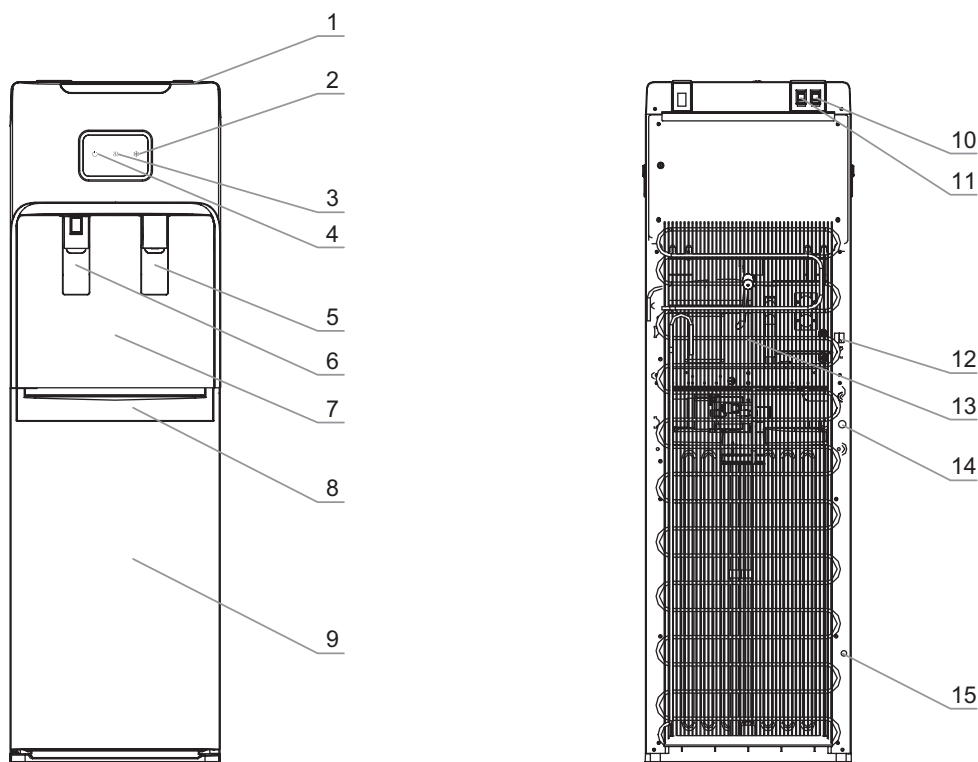

Рис. 1. Схема аппарата V115PUF
Для того чтобы налить горячую воду, нажмите кружкой на кран подачи горячей воды (рис. 1–6). Для того, чтобы налить холодную воду нажмите кружкой на кран подачи холодной воды (рис. 1–5). В силу технических особенностей кранов допустимо подкапывание воды в объеме 5–10 мл, после каждого использования аппарата, капли стекают в лоток каплесборника (рис. 1–8).
Выключатели нагрева (рис. 1–10) и охлаждения (рис. 1–11)
Индикатор нагрева воды (рис. 1–3) горит, когда аппарат нагревает воду.
Индикатор охлаждения воды (рис. 1–2) горит, когда аппарат охлаждает воду.
Перед первым использованием рекомендуется слить по 500 мл воды через каждый кран. Если кабель электропитания (рис. 1–12) и выключатель нагрева (рис. 1–10) были включены, когда система еще не заполнилась водой полностью, срабатывает термозащита, которую сможет отключить только специалист сервисного центра.
Когда Вы убедились, что вода из крана холодной и горячей воды (рис. 1–5, 1–6) идет непрерывной струей, установите выключатели нагрева и охлаждения (рис. 1–10, 1–11) в положение I.
3. Снимите съёмные детали с аппарата (рис. 1–8) и тщательно промойте их с небольшим количеством моющего раствора, предназначенного для мытья посуды.
3. Остатки воды в системе необходимо слить через сливное отверстие (рис. 1–14), расположенное на задней стенке аппарата, после чего закрыть отверстие.
5. Промойте аппарат чистой водой: слейте через краники холодной и горячей воды (рис. 1–5, 1–6) по 2 литра воды и остатки воды из отверстия для слива (рис. 1–14). При необходимости повторите процедуру.
6. Остатки воды в системе необходимо слить через сливное отверстие (рис. 1–14), расположенное на задней стенке аппарата, после чего закрыть отверстие.